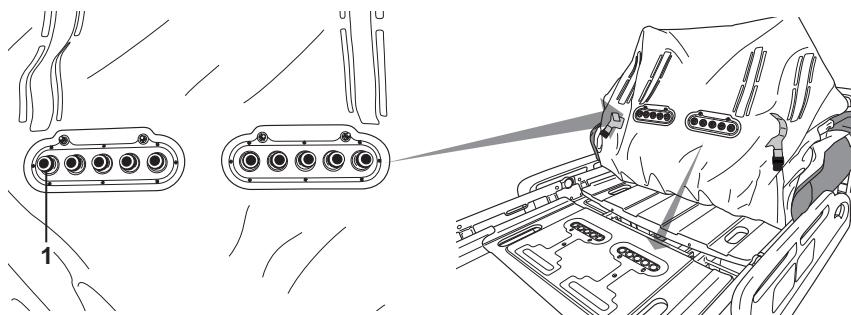

图 5：床垫下的空气连接器
1. 从包装中取出气垫，并铺到病床上。注意气垫底部的空气连接器（如图 5 所示）。这些连接器应放在病床脚端。找到集成在气垫支撑板脚端的倾泻阀 / 空气连接器。确保已除去气垫底部的所有包装材料。
3. 查看床垫下的空气连接器，确保每个连接器上都装有 O 形圈（如图 5 的编号 1 所示）。